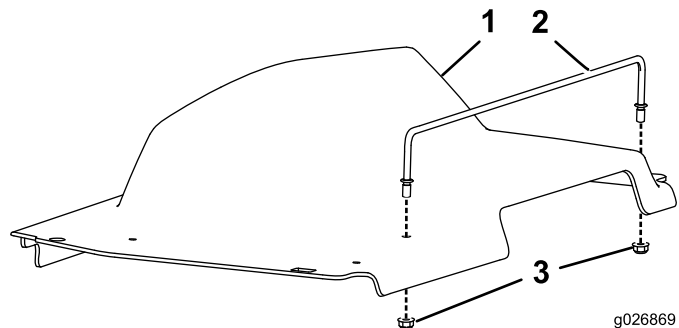

Figure 11
3. Montez un guide sur chaque couvercle (Figure 11).